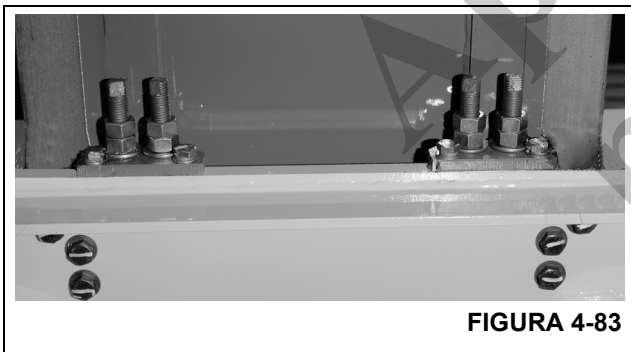

FIGURA 4-83
4. Conecte os cabos de retração intermediários à extremidade frontal da seção da base (Figura 4-83).